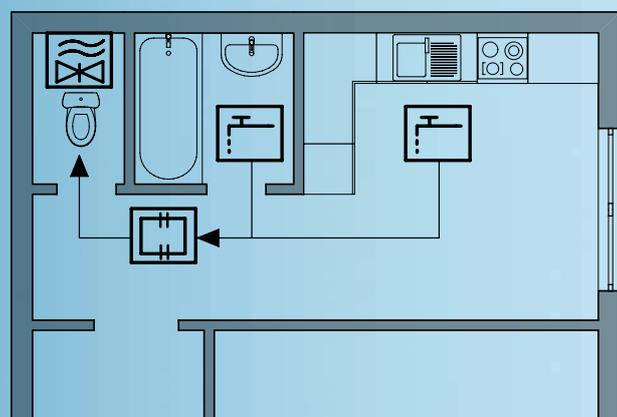

Рис. 1
2. Прокладка монтажных проводов согласно схеме подключения (рисунок 1).